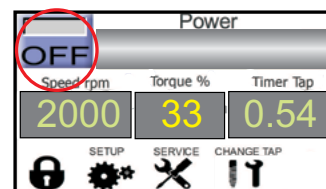
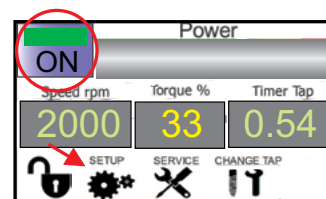

FIG. 6
FIG. 7
L'écran tactile du panneau affiche le dessin d'un cadenas (FIG. 6).
4. Allumer : appuyer sur le bouton OFF (FIG. 6) et attendre le temps mesuré par le sablier jusqu'à ce que le mot ON apparaisse (FIG. 7).
5. S'assurer que le cadenas est ouvert (FIG. 7). Voir paragraphe précédent (page 8) ;
7. Appuyer sur « **SET UP** » (FIG. 7) ;
Le couple visible pendant le processus d'usinage dans la case « Torque % » (FIG. 7) indique l'effort de la machine pour exécuter le filetage. Il est lié au courant absorbé lors de l'usinage et devient donc un paramètre utile pour le contrôle du filetage : un appel de courant trop élevé ou trop faible indique une anomalie en cours.